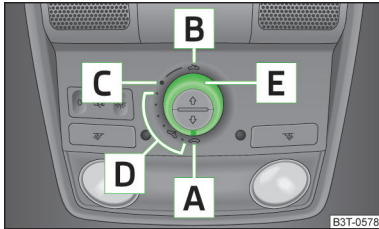
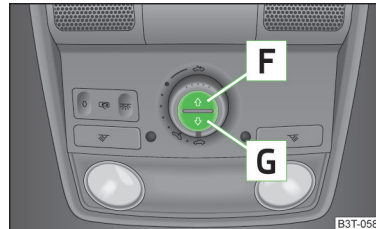

Abb. 46
Abb. 47
- Wurde z. B. die Batterie abgeklemmt und wieder angeklemt, kann es passieren, dass das Schiebe-/Ausstelltdach außer Funktion ist. Dann den Drehschalter in die Schalterstellung **A** » Abb. 46 auf Seite 67 stellen, ziehen und an der Aussparung nach unten und vorn festhalten. Nach etwa 10 Sekunden geht das Schiebe-/Ausstelltdach auf und wieder zu. Erst danach den Drehschalter wieder loslassen.
- Wurde z. B. die Batterie abgeklemmt und wieder angeklemt, kann es passieren, dass das Sonnenschutzrollo außer Funktion ist. Dann den Schalter in Stellung **A** » Abb. 46 auf Seite 67 drehen, die Taste **G** » Abb. 47 auf Seite 67 drücken und halten. Nach etwa 10 Sekunden geht das Sonnenschutzrollo auf und wieder zu. Erst danach den Drehschalter wieder loslassen.
➤ Den Schalter in Stellung **C** » Abb. 46 drehen.
Das Sonnenschutzrollo kann mithilfe der Tasten geschlossen bzw. geöffnet werden » Abb. 47.
➤ Zum vollständigen Öffnen die Taste **F** » Abb. 47 kurz drücken.
➤ Zum vollständigen Schließen die Taste **G** » Abb. 47 kurz drücken.